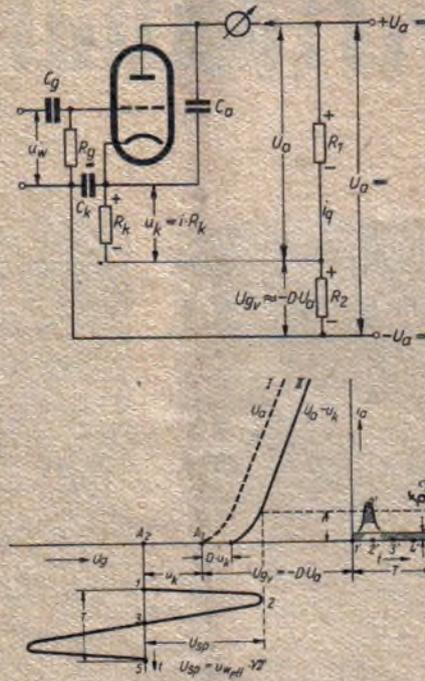
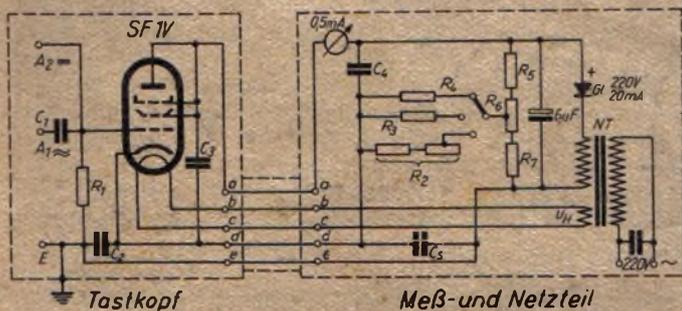

Abb. 1. Prinzip des Anodengleichrichters mit Gegenkopplung (C-Gleichrichtung)
Abb. 2. Schaltung des Tast-Röhrevollmeters (C-Anodengleichrichter mit Gegenkopplung)
Die Wirkungsweise des RVM ergibt sich an Hand der schematischen Darstellung in Abb. 1 wie folgt:
In Abb. 2 ist nun die Schaltung eines ausgeführten RVM dargestellt. Zuerst ist eine Entscheidung über die Art der zu benutzenden Röhre zu treffen. Ist man besonders an Messungen im KW- und UKW-Bereich interessiert, dann ist eine für UKW geeignete Röhre wie SD 1 A, PH 4675, RV 12 P 2000 (als Triode) oder ähnliche besonders gut geeignet. Diese Röhren weisen infolge ihres kleinen Gitter-Katodenabstandes auch bei sehr hohen Frequenzen einen großen Eingangswiderstand auf, bedämpfen also die Meßspannung weniger. Außerdem lassen sie sich infolge ihrer kleinen mechanischen Größe bequem in einen Tastkopf einbauen.
Für den Schallplattenbetrieb mit dem Rundfunkempfänger ist im allgemeinen eine zweistufige Verstärkung erforderlich. Fast alle Einkreiser sind jedoch nur mit einer Niederfrequenzstufe ausgerüstet, so daß das Audion zur Verstärkung mit herangezogen werden muß. Der Anschluß wird zweckmäßig zwischen Gitter und Masse vorgenommen, der Schaltkontakt (I) zwischen Gitter und Tonabnehmer gelegt. Es ist zu empfehlen, der Audionröhre beim Schallplattenbetrieb eine kleine Gittervorspannung zu geben. Das geschieht mit Hilfe des Widerstandes R_2 , der etwa 2 ... 5 k Ω erhält und durch einen Elektrolytkondensator von 20 ... 50 μF überbrückt wird. Dieser Widerstand wird bei Rundfunkbetrieb mit III kurzgeschlossen (Abb. 1). Eine andere Möglichkeit besteht darin, die Steuerung der für die Niederfrequenzverstärkung ausgenutzten Audionröhre am Schirmgitter vorzunehmen (Abb. 2). Die Verstärkung ist jedoch wegen der kleineren Steilheit geringer als bei der Steuerung über das Gitter 1. In diesem Falle muß der Siebkondensator beseitigt werden, damit kein Kurzschluß für die Steuerspannung eintritt. Das geschieht am einfachsten dadurch, daß man ihn in Reihe mit dem Tonabnehmer schaltet. Dadurch wird gleichzeitig der Tonabnehmer galvanisch vom Netz getrennt, wenn außerdem ein
verbunden, auch dann, wenn drei Leitungen zum Tonabnehmer führen. In diesem Falle werden die beiden inneren Leitungen, die mit der Tonabnehmer-Spule verbunden sind, nach Abb. 4 angeschlossen. In jedem Fall sind der Schallplattenmotor und alle Metallteile des Plattenspielers einschl. Tonarm zu erden. Zur Vermeidung des Übersprechens durch Rundfunk ist entweder der Kopplungskondensator C_1 abzuschalten oder der Schwingkreis kurzzuschließen (Abb. 1, I) Der Gitterableitwiderstand R_1 bleibt jedoch angeschlossen. Bei Gleich- und Allstromempfängern besteht eine galvanische Verbindung zwischen Lichtnetz und Masse des Apparates. Damit die Netzspannung nicht an die Tonabnehmerspule gelangt, ist ein Anpassungstransformator Tr (Abb. 5) einzuschalten, der zuweilen sogar zum Tonabnehmer passend geliefert oder mit dem Übersetzungsverhältnis 1 : 1 bis 1 : 2 eingebaut wird. An seiner Stelle können Trennkondensatoren C_3 und C_4 vorgesehen werden (Abb. 6), wie es schon in Abb. 2 angegeben wurde. Bei der Bemessung ihrer Kapazität muß man einen Kompromiß eingehen. Die Kapazitäten sollen nicht zu klein sein, damit die tiefen Töne nicht geschwächt werden, andererseits sollen sie nicht zu groß sein, damit der Berührungsschutz